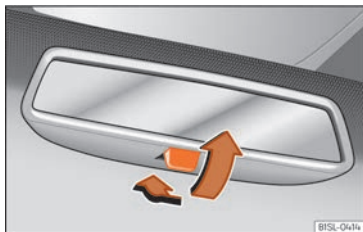

Abb. 87 Manuell abblendbarer Innenspiegel.
- Zum Abblenden des Rückspiegels, Hebel nach hinten ziehen »» **Abb. 87**.